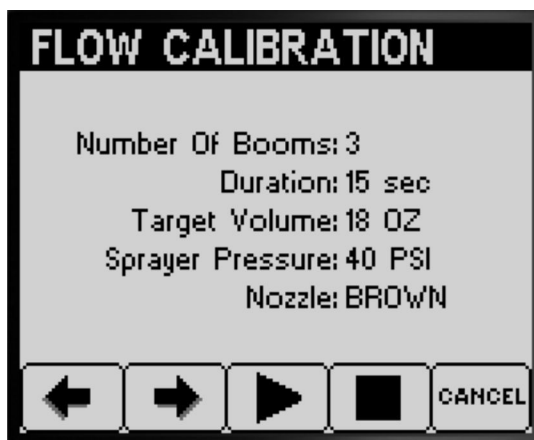

图 50
4. 在接水测试回放屏幕上确认喷洒臂数量、喷嘴颜色然后按 3 号按钮开始接水测试图 50。